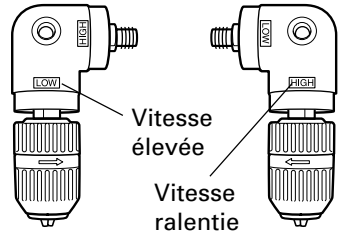

Fig. 13
- Pour utiliser l'angle à faible vitesse, fixer le mandrin sans clavette sur l'axe de l'angle en face du repère latéral "LOW", et fixer avec la vis de verrouillage. A ce réglage, la vitesse de perçage tombe à environ 70% et le couple de perçage augmente jusqu'à environ 150%. (Fig. 13)
- Pour utiliser l'angle à grande vitesse, fixer le mandrin sans clavette sur l'axe de l'angle en face du repère latéral "HIGH", et fixer avec la vis de verrouillage. A ce réglage, la vitesse de perçage augmente jusqu'à environ 150% et le couple de perçage tombe à environ 70%. (Fig. 13)